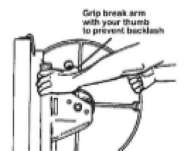

Figure 3
- b. Podnieś ramię hamulca do końca do samej góry. Chwyć koło wciągarki, przytrzymaj mocno ramię hamulca (Rys. 3).